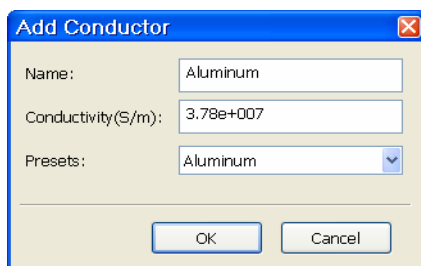

Рис. 6.52
4. На вкладке **Material Defs** в области **Dielectric Definitions** для диэлектрического слоя **Diel_1** введите **Er=10.55, TanD=0.0001**. Для области **Conductor Definitions** щёлкните мышкой по кнопке **Add**, чтобы добавить материал проводника. Откроется дополнительное диалоговое окно **Add Conductor** (рис. 6.52). В поле **Presets** (Предварительные установки) введите **Aluminum**, щёлкнув по кнопке в правом конце этого поля, и нажмите **OK**. Снова щёлкните мышкой по кнопке **Add**,